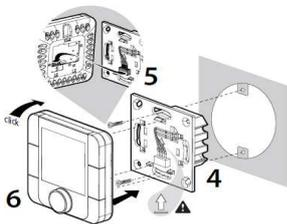

Fig. 6
4. Befestigen sie die Rückseite der Unterputzdose mit den 2 mitgelieferten Schrauben (Abb.6 und Abb.7)